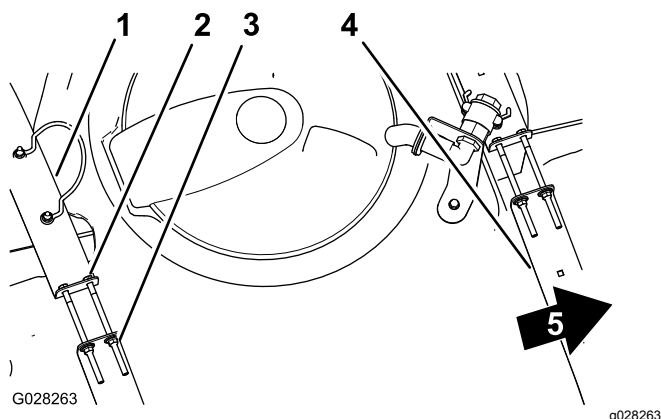

Figura 21
2. Verifique se há algum movimento entre as correias do depósito e o depósito (Figura 21).
3. Se as correias do depósito estiverem largas, aperte os parafusos e as porcas de bloqueio na parte superior das correias até estas ficarem justas à superfície do depósito (Figura 21).